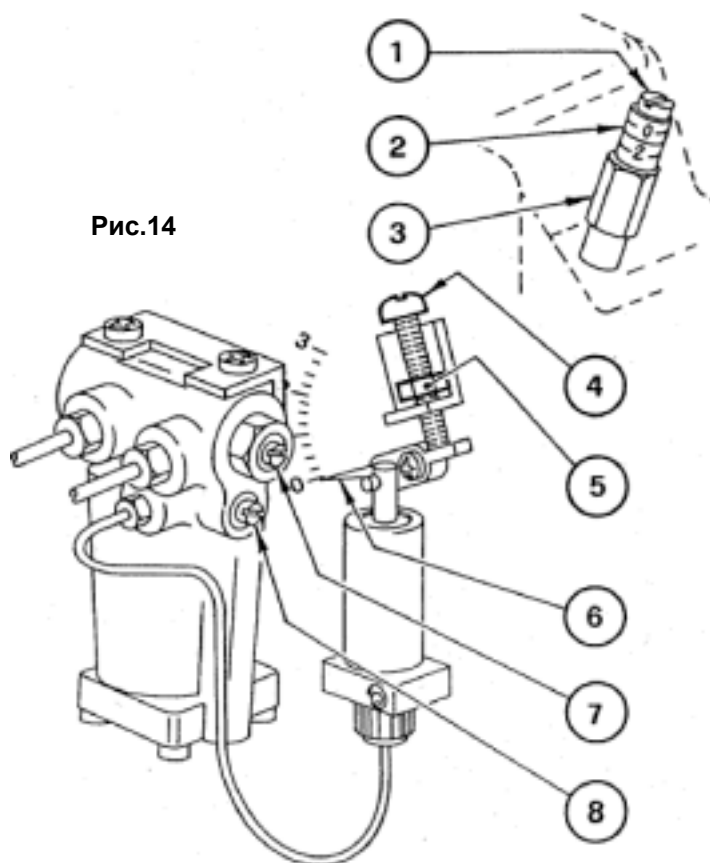

Рис.14
- **Регулировка малого факела розжига (см. рис. 14)**
- **Регулировка большого факела (см. рис. 14)**